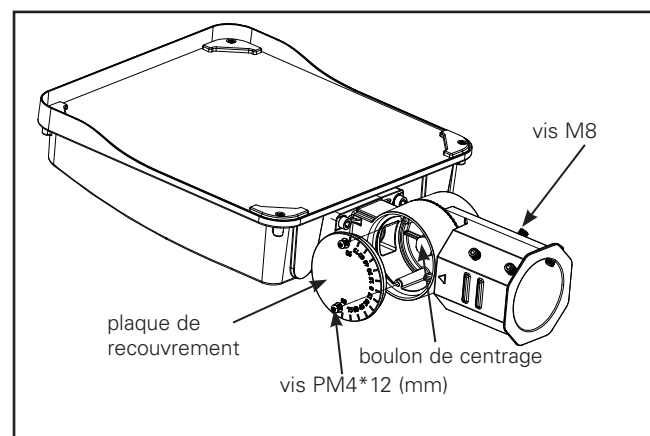

Figure 3
3. Desserrez et retirez les vis de la plaque de recouvrement, puis mettez soigneusement de côté la plaque de recouvrement et les vis (figure 3).